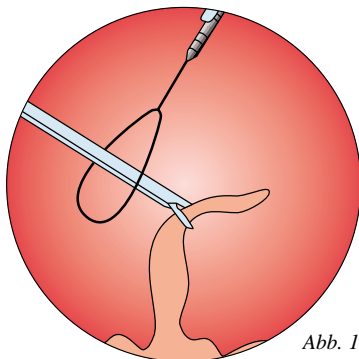

Abb. 1
Danach wird die Umstechung durch Legen eines Halbknotens ausgeführt. Abschließend hält der Operateur beide Fadenenden unter mäßigem Zug in einer Hand. Mit Hilfe des ENDO-SUTURE-SYSTEM-Knotenschiebers wird der Knoten nach unten vorgeschoben, wobei der Faden sich am Halbknoten dreht (Abb. 1).
3. Ein Fassinstrument wird durch die Schlinge gesteckt und greift das zu ligierende Gewebe (Abb.1).